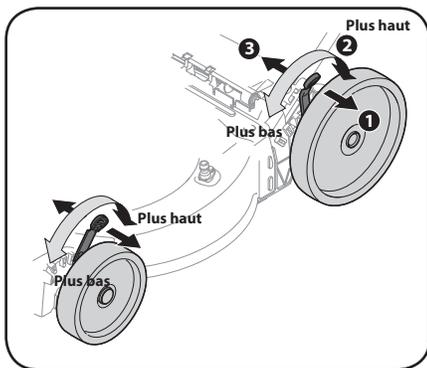

Figure 2-12
1. Déplacez le levier de réglage de la hauteur de coupe vers la roue (la tondeuse risque de basculer lorsque vous déplacez le levier de réglage vers l'extérieur). Voir Figure 2-12.